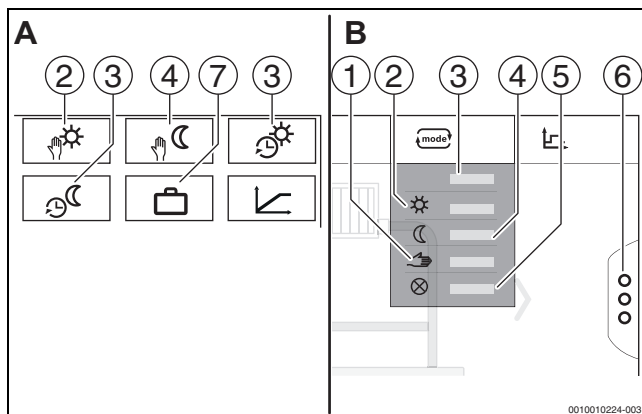
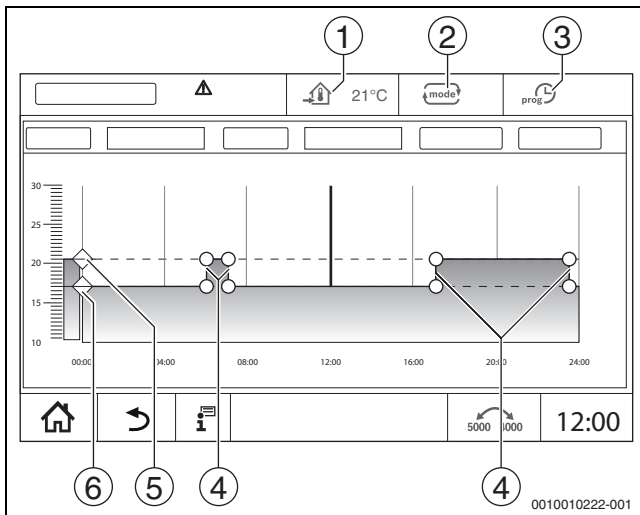

Bild 34 Ansichten Betriebsarten
Bild 35 Automatik Absenkbetrieb im Zeitprogramm ändern
Für die Betriebsarten (→ Bild 35, [2], Seite 55) und die erweiterten Funktionen (→ Bild 34, [6], Seite 34) können jeweils eigene Temperaturen und Umschaltkriterien eingestellt werden. Die Einstellungen können für jeden Heizkreis und jede Betriebsart separat vorgenommen werden.
- **Manuell Heizbetrieb** (→ Bild 34, [2])
- **Manuell Absenkbetrieb** (→ Bild 34, [4])
- **Urlaub** (→ Bild 34, [7])
Der **Automatik Heizbetrieb** wird über die Parameter in den Servicemenüs vordefiniert. Die Parameter lassen sich im Zeitprogramm ändern (→ Bild 35, [4], [5], Seite 55).
Der **Automatik Absenkbetrieb** wird über die Parameter in den Servicemenüs vordefiniert. Die Parameter lassen sich im Zeitprogramm ändern (→ Bild 35, [4], [6], Seite 55).
- ▶ Temperaturen durch Verschieben der Punkte (→ Bild 35, [5], [6]) ändern.